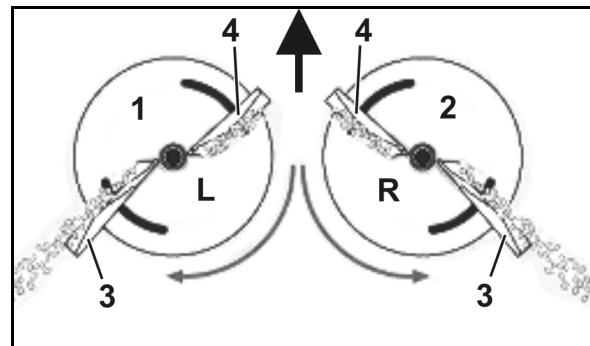

図20
- 左側の散布ディスク(図20/1)にはLマークを表示
- 右側の散布ディスク(図20/2)にはRマークを表示
- 長いタイプ(図20/3) - 設定目盛りは値35
- 短いタイプ(図20/4) - 設定目盛りは値5